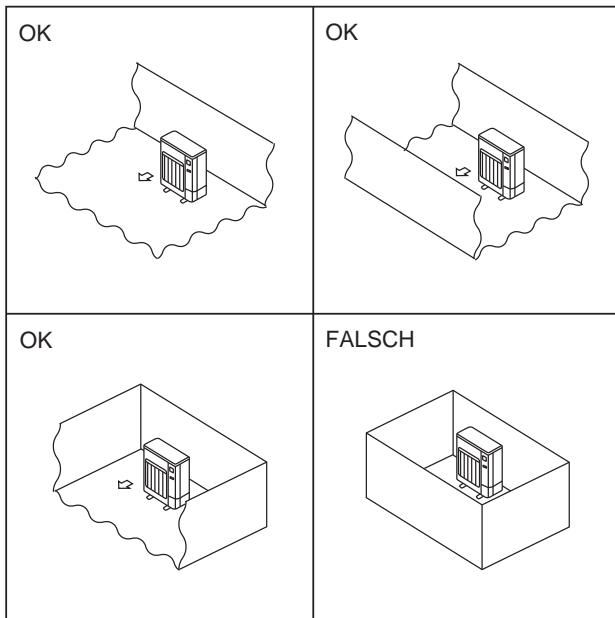

Fig. 2-2
- ☉ Installieren Sie Außenanlagen an einem Ort, an dem wenigstens eine der vier Seiten offen ist, und in einem ausreichend großen Raum ohne Senken. (Fig. 2-2)